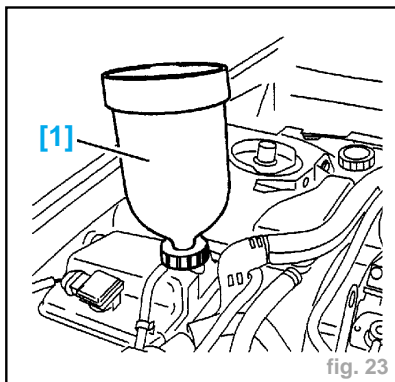

fig. 23
- Monter sur l'orifice de remplissage le cylindre de charge [1] (ref 0173A) (fig. 23).